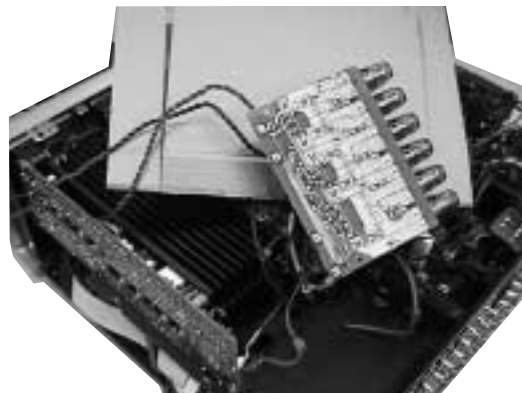

Fig. 28
- 1) With the amplifier unit removed, release the SUB TRANS (4) P.C.B or SUB TRANS (5) P.C.B. and take it out.
- 2) Put the amplifier unit back in place (without tightening the screw), place the SUB TRANS P.C.B. as shown in Fig. 28 and perform check and part replacement (e.g., a relay).
- 1) アンプユニットを一旦外し、SUB TRANS (4) P.C.B. またはSUB TRANS (5) P.C.B.を外し、浮かせて取り出します。
- 2) アンプユニットを元の位置に戻し（ネジ止めしない）、SUB TRANS P.C.B.をFig 28のように置いて、チェック、部品交換（リレーなど）を行います。